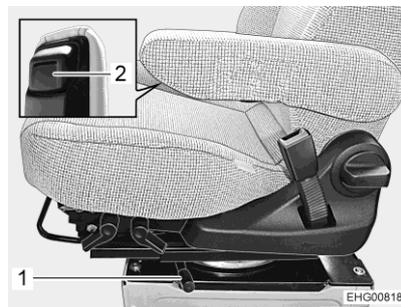

Fig. 20 Palanca de desbloqueo para girar
- Presionar la palanca de desbloqueo (Fig. 20,1) hacia atrás. Se suelta el bloqueo.
- Presionar y mantener presionada la parte inferior del reposabrazos (Fig. 20,2) en la parte delantera.